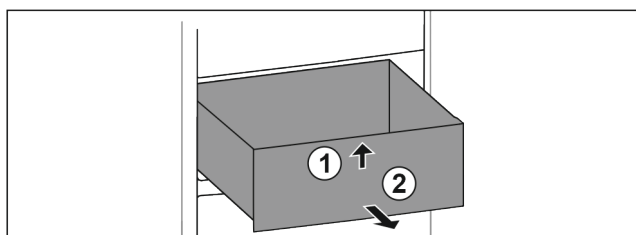

Fig. 112
- Sollevare il cassetto dal davanti. Fig. 112 (1)
- Rimuovere il cassetto tirandolo in avanti. Fig. 112 (2)